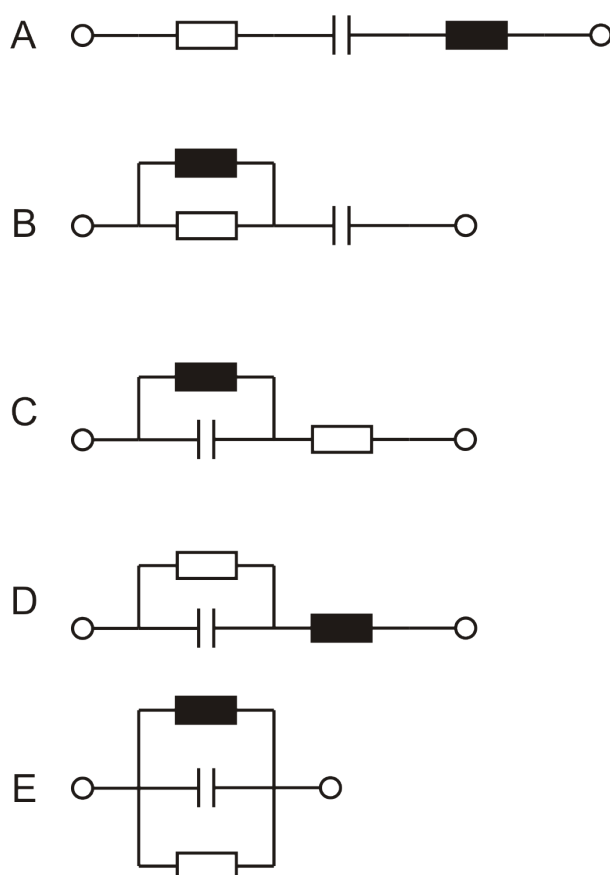

Abbildung 21: Mögliche Schaltungen der BB
In diesem Versuch soll das Verhalten einer unbekannten Schaltung, einer sogenannten Blackbox (BB) untersucht werden. Hierzu steht Ihnen im Rahmen dieses Versuchs eine mit BB1 beschriftete Blackbox zur Verfügung. Alle möglichen Schaltungskombinationen, die sich im Inneren der Blackbox befinden können, sind in Abbildung 21 dargestellt.
1. Bestimmen Sie welche Schaltung aus Abbildung 21 in der BlackBox enthalten ist. Gibt es mehrere Möglichkeiten? Hinweis: Verwenden Sie Ihre Abschätzungen aus der Versuchsvorbereitung (Abschnitt 2.4).